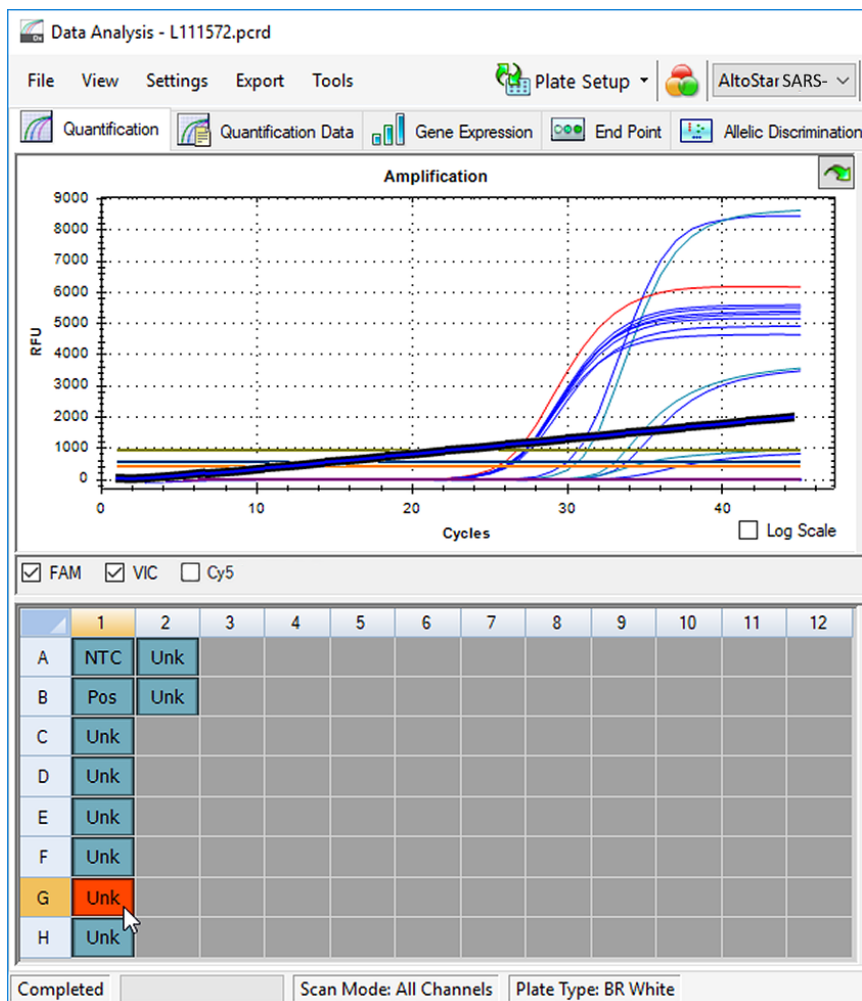

Figura 6: Finestra Data Analysis (Analisi dei dati): segnale PCR irregolare
- Identificare i pozzetti con segnali PCR irregolari (aumento del segnale lineare, picchi anomali, ecc.) in uno qualsiasi dei canali di rilevamento FAM™ (gene E), VIC™ (IC) o Cy5 (gene S) (vedere figura 6).